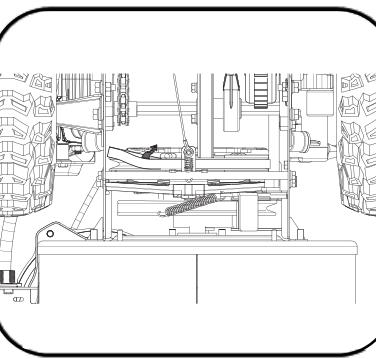

Рисунок 23
- Приводной ремень снять со шкива между фрикционным колесом и фрикционным диском (см. Рисунок 23).